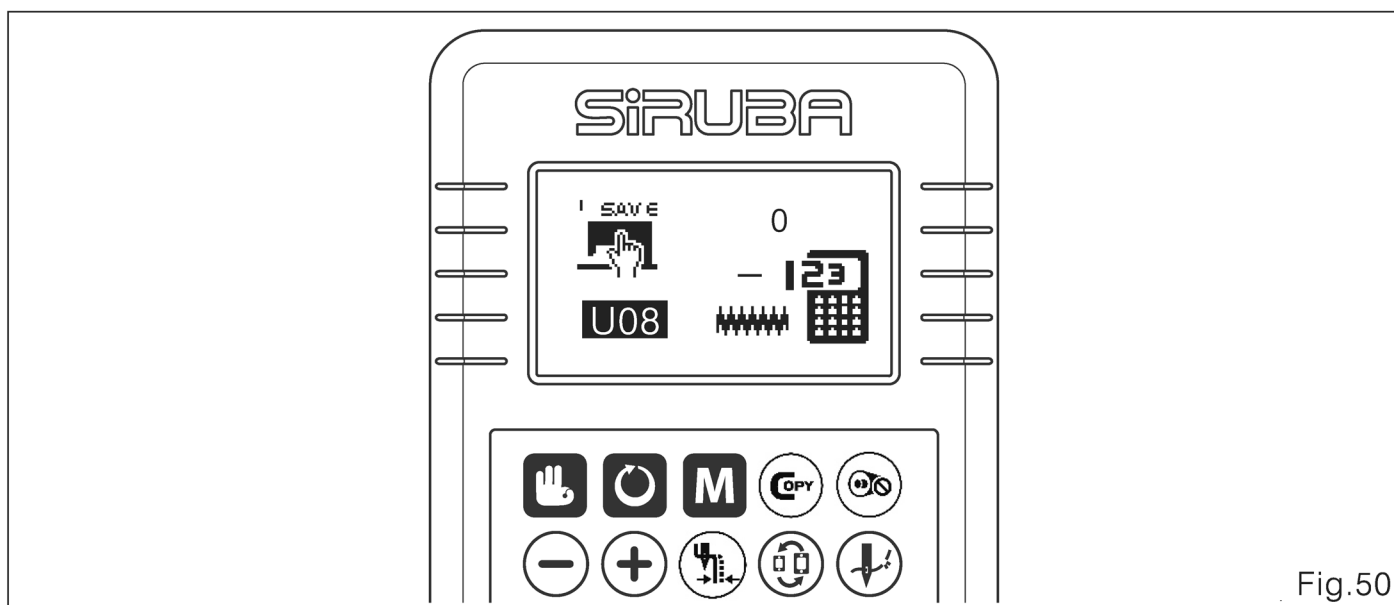

Fig.50
1. Ligue a energia, pressione a tecla **M** para entrar nas configurações do comutador da memória. (Fig.50)